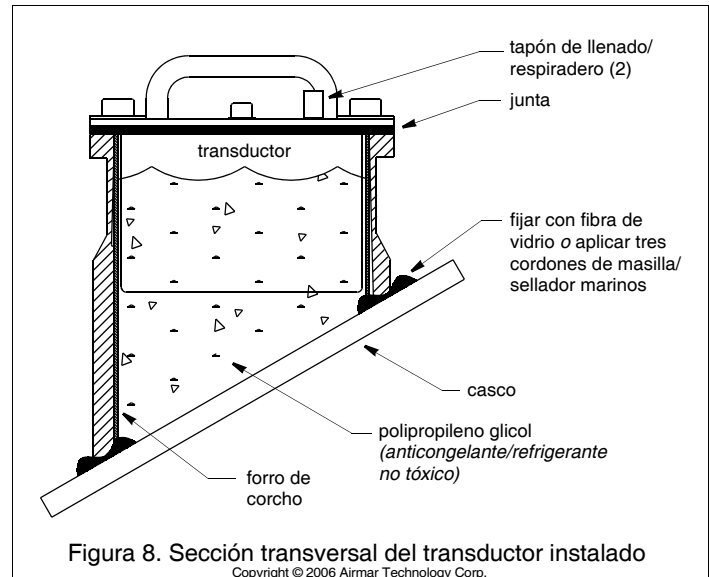

Figura 8. Sección transversal del transductor instalado
3. Utilice un adhesivo aprobado (ver Herramientas y materiales en la página 1). Fije el depósito al casco con resina/fibra de vidrio mediante la técnica estándar de trabajo con fibra de vidrio. Alternativamente, aplique un cordón generoso de masilla o sellador marinos al borde inferior del depósito siguiendo las instrucciones del fabricante (figura 8). Presione con fuerza el depósito en su posición. Aplique un segundo cordón alrededor del interior del depósito. Aplique un tercer cordón alrededor del exterior del depósito.
1. Cuando el material adhesivo se haya secado, introduzca el forro de corcho en el depósito (figura 8). Junte los bordes a tope a lo largo del centro del lado más alto. Puede quedar un hueco, pero ello no afectará al funcionamiento.